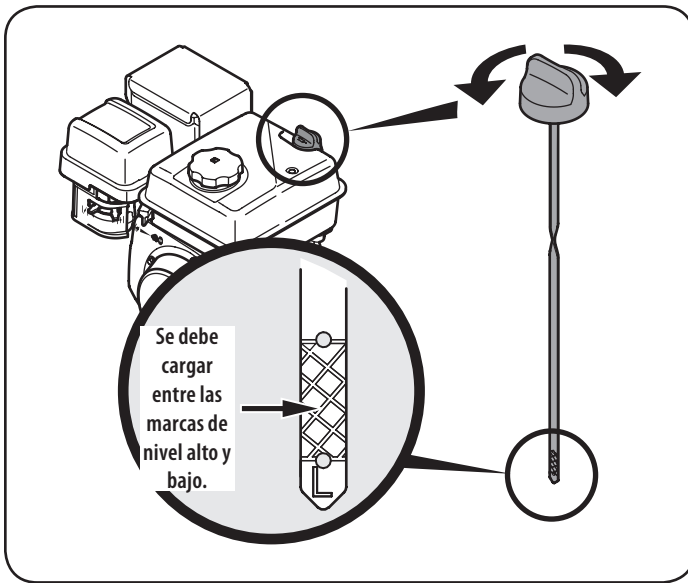

Figura 7
2. Retire el tapón de llenado / varilla de medición y limpie la varilla. Véase la Figura 7.
4. Retire el tapón de llenado / varilla de medición. Si el nivel está bajo, agregue lentamente el aceite hasta el nivel de aceite entre los registros de alta (H) y baja (L), la Figura 7.